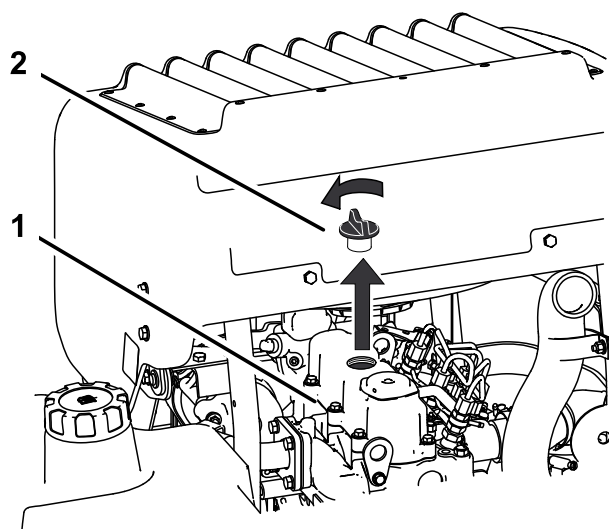

Bild 38
6. Nehmen Sie den Deckel des Einfüllstutzens oben am Motor ab (Bild 38). Dies erleichtert das Ablassen des Öls.
2. Nehmen Sie den Peilstab und den Deckel ab (Bild 38).